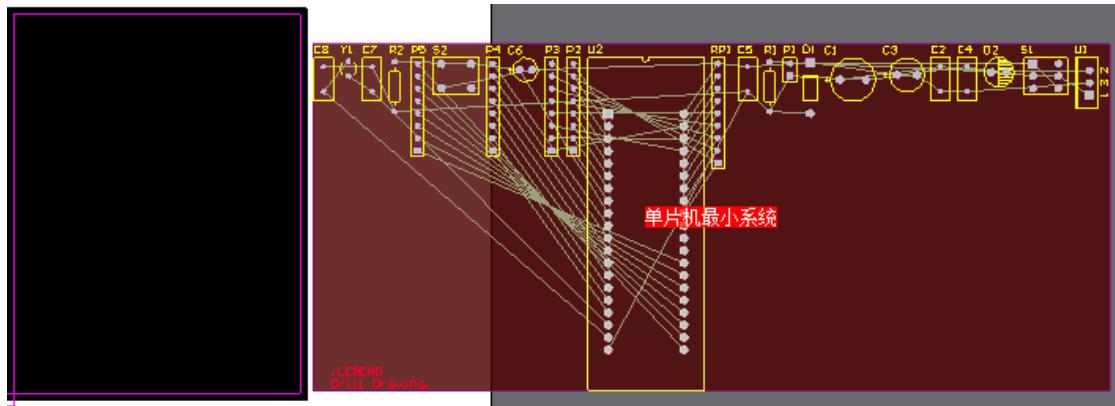

图 6-6.69 导入网络表后的 PCB
**Step4:** Engineering Change Order 对话框中单击 Close。此时元件已经加载到 PCB 文件中了，如图 6-6.69 所示。